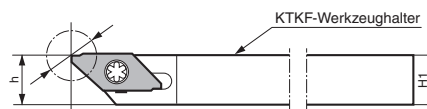

Abb. 2 Wenn eine TKF-NB-Wendeschneidplatte befestigt ist
- 2) Falls die 1 mm-Einstellung auf Ihrem Langdrehautomat nicht möglich ist, verwenden Sie die TKF-NB. (Siehe Abb. 2)